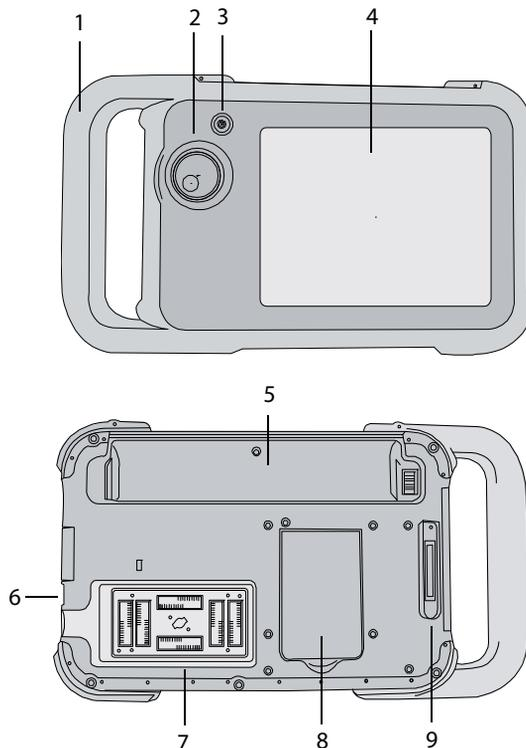

Рис. 1 Передняя (верхняя) и задняя (нижняя) поверхности системы
На задней поверхности системы находятся аккумуляторный отсек, отсек для датчика и разъем для стыковочного модуля NanoMaxx™. На боковой поверхности системы имеются два USB-порта. (См. Рис. 1 на стр. 1).
В стыковочном модуле предусмотрены порты для источника питания, кабеля принтера и другие. Он подсоединяется к задней поверхности системы. (См. Рис. 1 на стр. 1). Каждый порт имеет символ, указывающий на его назначение.
- ❖ Вставьте стыковочный модуль в разъем на задней стороне системы. (См. Рис. 1 на стр. 1).
- 2 Подсоедините кабель питания постоянного тока от блока питания к его порту на стыковочном модуле. См. раздел Рис. 1 на стр. 1.
Во избежание риска поражения электрическим током не прикасайтесь к разъему датчика (в отсеке для датчика), если датчик не подсоединен. См. Рис. 1 на стр. 1.
❖ Вставьте USB-устройство хранения в USB-порт  системы. См. Рис. 1 на стр. 1.